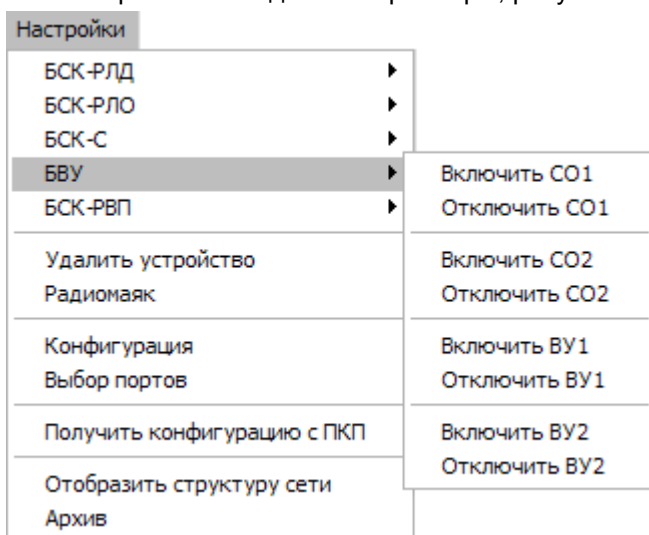

Рисунок 1.15
1.3.4.4 Настройка «БВУ». Щелкнуть по «БВУ» в меню «Настройки» и выбрать необходимые параметры, рисунок 1.15.